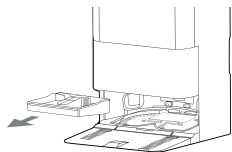

Fig. 24
1. Tryk forsigtigt på det midterste håndtag på basestationens kabinet, og træk det opad for at fjerne rengøringsbakken til dockingstationen (vaskeplade). [Fig. 24]